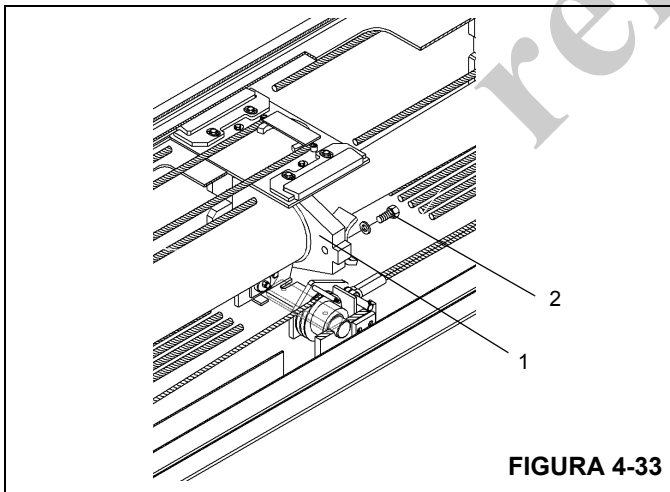

FIGURA 4-33
3. Alinee los agujeros de montaje de la varilla interior del cilindro (1) con las pestañas y los agujeros en la parte trasera de la sección central interior y fije con dos pernos y arandelas (2) (Figura 4-33).